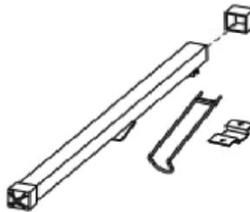

Bild 25
- Slutför tvärrmsmonteringen genom att fästa tvärrmslocken och stödkrokarna enligt visas i Fig. 25.